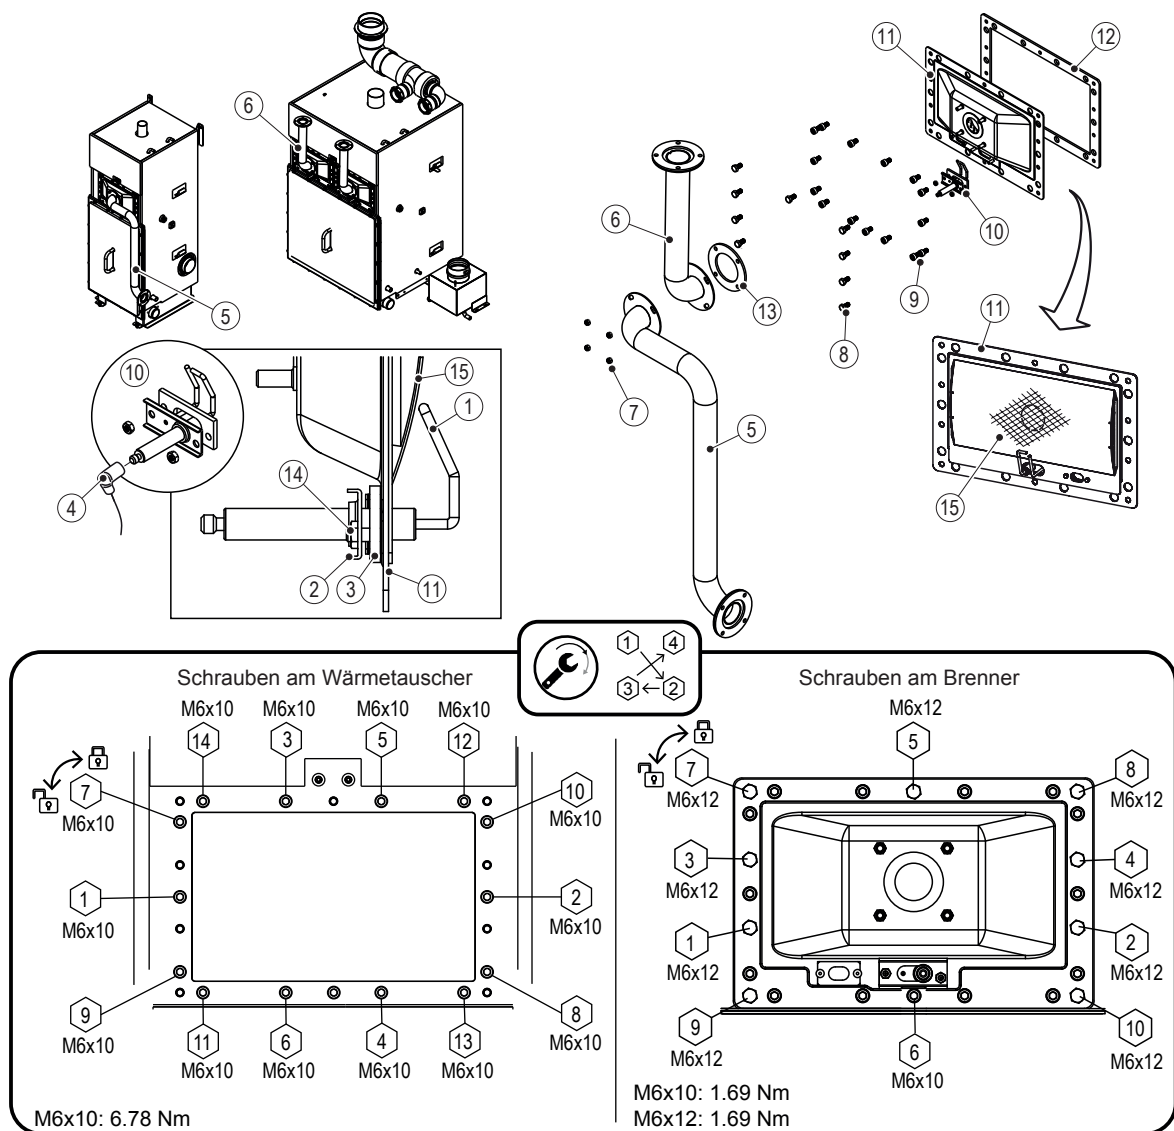

Abb. 16: Reinigung der Brennerbaugruppe
Der/die Brenner im Condair GS benötigen keine Wartung. Wenn der/die Brenner jedoch nicht ordnungsgemäß funktionieren, reinigen Sie den/die Brenner und den Funkenzünder wie nachfolgend beschrieben. Siehe Abb. 16 auf Seite 62.
10. Tragen Sie vor der Montage Nickel-Anti-Seize-Schmiermittel (Loctite® LB 771™ oder gleichwertig) auf das Gewinde der M6x12-Sechskantschrauben auf. Schrauben mit M6-Sicherungsscheiben montieren. Wischen Sie überschüssiges Schmiermittel ab. Ziehen Sie die **M6x12-Schrauben und die M6x10 Schraube mit einem Drehmoment von 1,69 N·m** an (siehe Abb. 16 auf Seite 62).